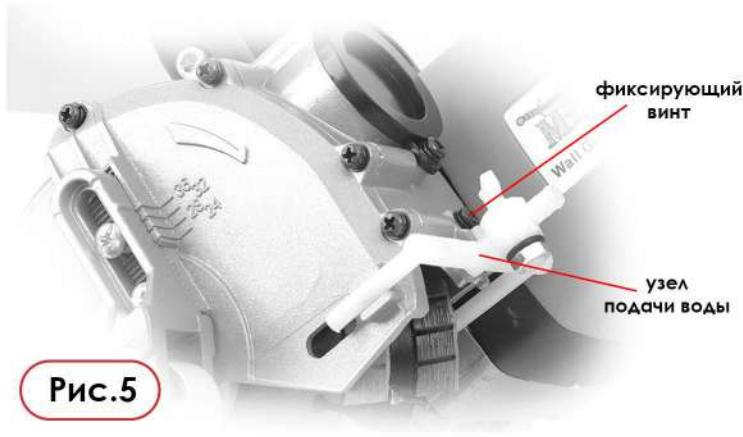

Рис.5
1. Установите на заднюю часть защитного кожуха штробореза пластиковый узел подачи воды и зафиксируйте его с помощью входящего в комплект поставки винта. (Рис. 5)